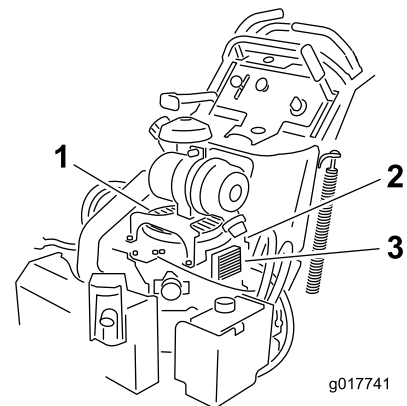

Figure 67
3. Enlevez la grille d'entrée d'air et le carter du ventilateur (Figure 67).
5. Remettez la grille d'entrée d'air, le lanceur et le carter du ventilateur (Figure 67).